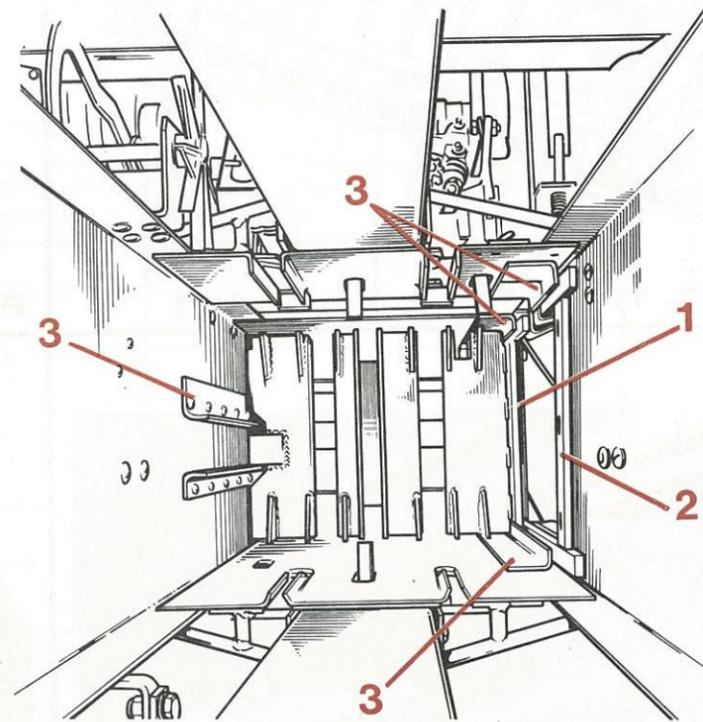

FIG. 22
- L'état du couteau (1 fig. 22) du piston et du contre-couteau (2 fig. 22). Un couteau mal affûté provoque la rupture du boulon de sécurité du volant.
- Le jeu du piston dans ses glissières (3 fig. 22). Un jeu excessif entraîne les mêmes anomalies que ci-dessus.